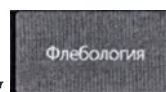

Рис. 3.62 – Выбор количества циклов
3.7.7.11 При выборе пункта меню – «Количество циклов» открывается окно (рис. 3.62). Пункт меню определяет количество циклов заполнения сканируемой фигуры в диапазоне: 0 – 1000. После завершения всех циклов излучение прекращается.